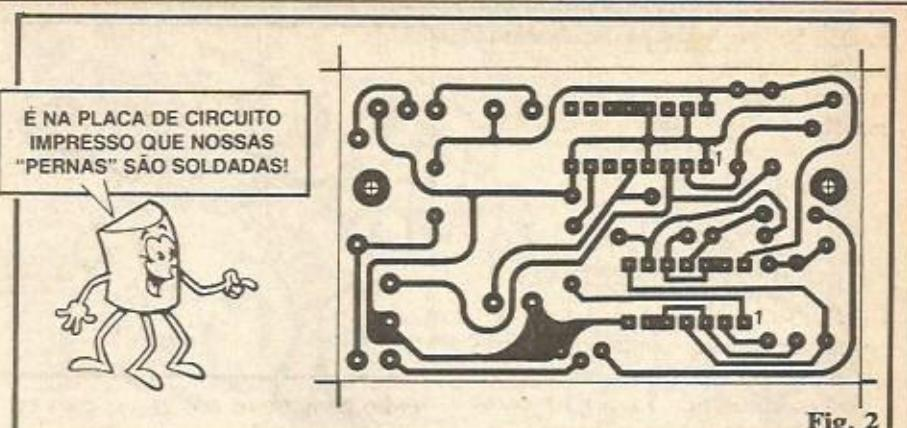

Fig. 2
- FIG. 2 - Um padrão/exemplo de lay out de Circuito Impresso. Aqui em ABC chamamos de "lay out" ao desenho, em tamanho natural (escala 1:1, portanto) das áreas cobreadas finais de um Circuito Impresso específico. O nome "Circuito Impresso" foi dado ao sistema devido à possibilidade dele ser feito, industrialmente, por "impressão" em silk screen, ou por métodos fotográficos. As áreas negras, nos lay outs, representam sempre a parte que fica, no final da confecção, cobreada, com a função elétrica de interligar componentes e promover as conexões necessárias ao funcionamento do circuito. Na verdade, um Circuito Impresso não é mais do que a inteligente e prática substituição dos fios e pontes de terminais usados em técnicas mais elementares de montagem (no "tempo da válvula" era tudo assim...).
nha reta" ou da "menor distância entre dois pontos" exige que NÃO SE FAÇAM CURVAS OU "LABIRINTOS" DESNECESSÁRIOS, num lay out! Observar, revendo a fig. 2 af atrás, que as "curvas" ou "cotovelos" estão unicamente em pontos onde a única solução de "desenho" obrigava ao seu uso. Mas tem um parâmetro que é importante: a dimensão (largura) das pistas! Lembando que as pistas cobreadas não são mais do que "fios elétricos achatados e impressos sobre uma base isolante" e que, portanto, servirão para conduzir corrente, sua largura tem que ser proporcional à corrente que por elas passará! Já que a espessura (0,05mm) é fixa, devemos sempre considerar que uma largura de 1 mm pode manejar corrente de até uns 200mA... Se correntes maiores estiverem presentes, naquele